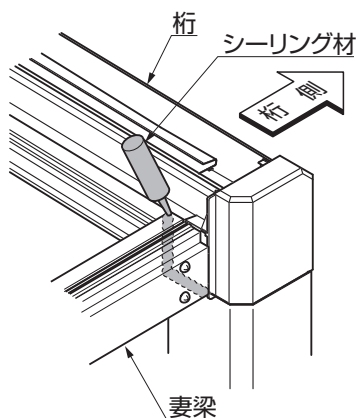
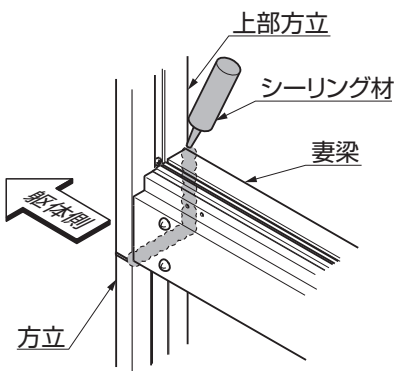

図5-8 A部シーリング箇所
図5-10 B部シーリング箇所
- 指定の箇所に、必ずシーリングをしてください。(図5-8、図5-10参照)